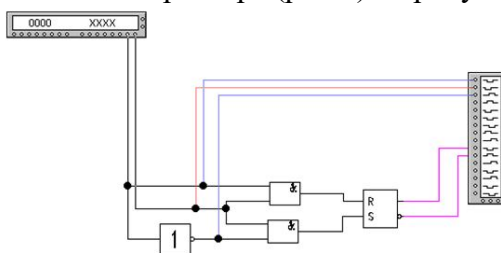

Рис. 3. Схема синхронного RS-триггера
**Задание 2.** Исследование синхронизируемого одноклапного RS-триггера (см. рис.3 )